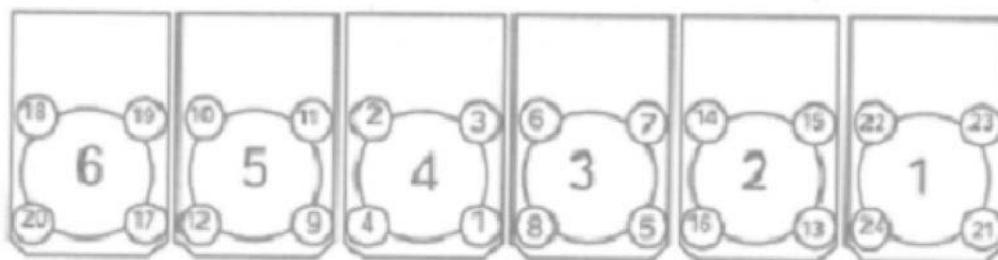

Рис. 1-2 Последовательность закручивания основного болта и дополнительной гайки головки цилиндра
- b) Затянуть основные болты в последовательности согласно Рис. 1-2 до $200_{0}^{+10} \text{ Н}\cdot\text{м}$, и сделать отметку на болте.
- c) В последовательности согласно Рис. 1-2, повернуть основные болты еще раз на 90° , и снова сделать отметки.
- d) В последовательности согласно Рис. 1-2, поворачивать основные болты на 90° , пока затяжка не достигнет $240 \sim 340 \text{ Н}\cdot\text{м}$.